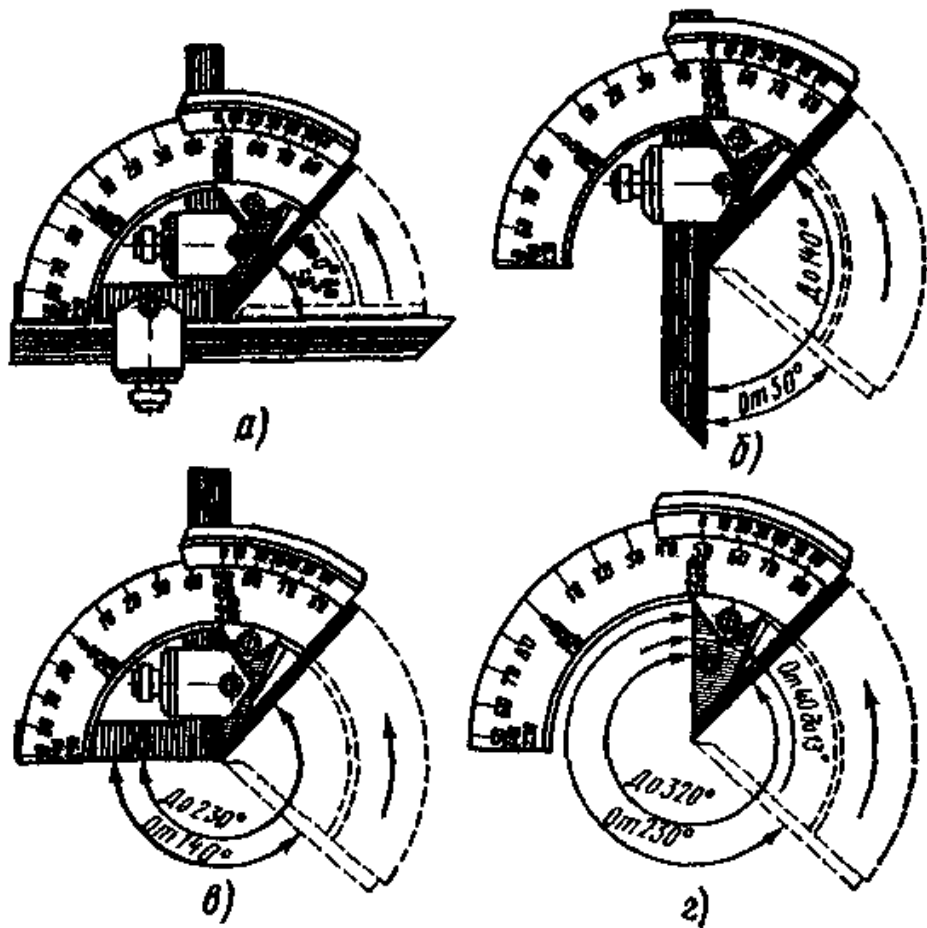

Рис. 21. Установка угломера для измерения углов
- а) если на угломере установлен угольник и линейка (рис. 21, а), то можно измерять углы от 0 до 500;
- б) если убрать угольник и на его место закрепить линейку, можно измерять углы от 50 до 1400 (рис. 21, б);
- в) если убрать линейку и оставить только угольник (рис. 21, в), то можно измерять углы от 140 до 2300;
- г) при отсутствии линейки и угольника (рис.21, г) можно измерять углы от 230 до 3200.